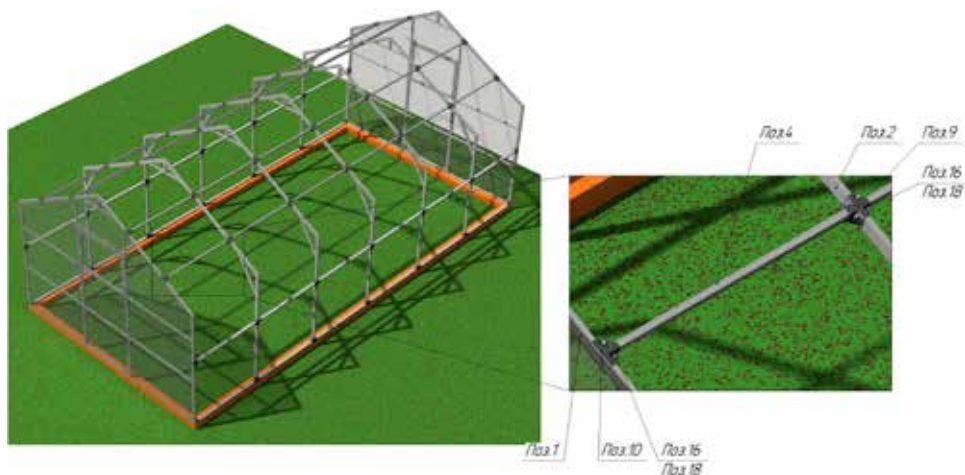

Рисунок 14 – Монтаж стоек на брусья
13. Соединить обе полученные конструкции стяжкой **Поз.4** путем вставки поочередно обоих ее торцов в крепление-спайдер «Х-образный» **Поз.9** и крепление-спайдер «Т-образный» **Поз.10** с последующей затяжкой болтов (рис. 14).